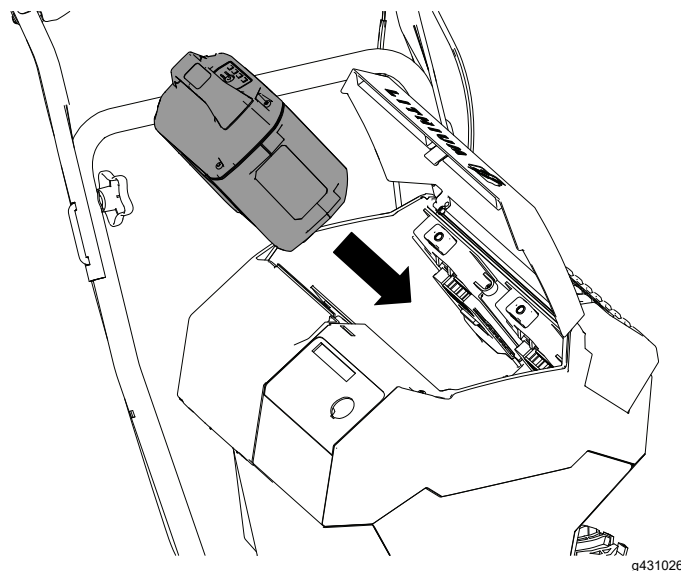

Figure 11
3. Placez le creux de la batterie en face de la languette sur la machine, et insérez la batterie dans le compartiment jusqu'à ce qu'elle s'enclenche en position (Figure 11).